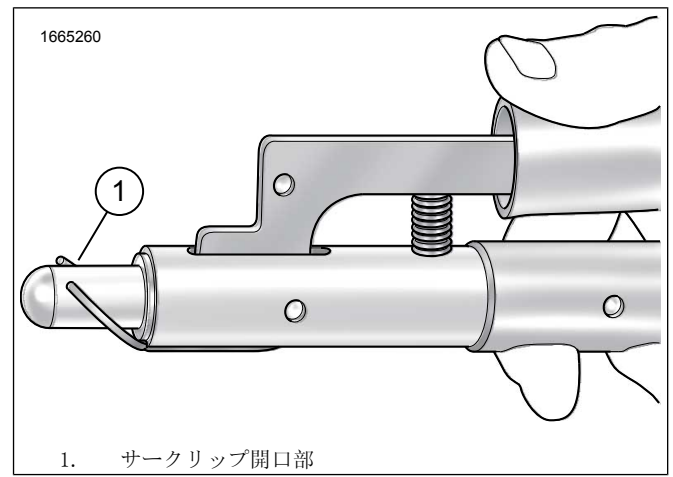

図3。サークリップの配置
- 図3 サークリップの開口部(1)を特殊工具の12時方向に配置します。